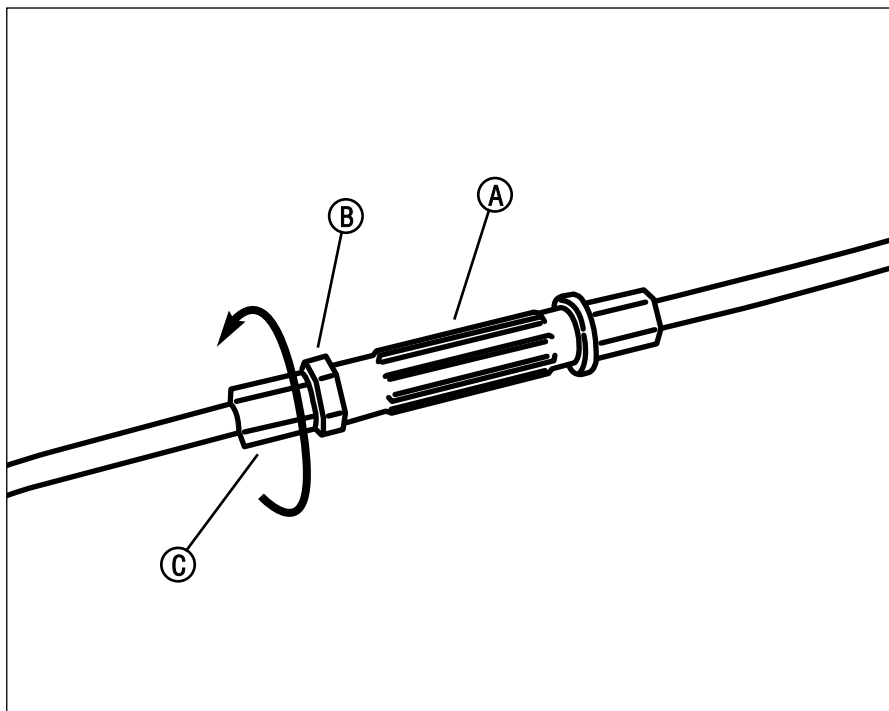

Figura 19: regolazione del cavo della trasmissione
1. Se l'impianto di trasmissione slitta, allentare il controdado (**B, Figura 19**) posto sul tenditore di regolazione (**A**) e ruotare la ghiera (**C**) di mezzo giro nella direzione indicata. Provare l'impianto di trasmissione verificando che non slitti.